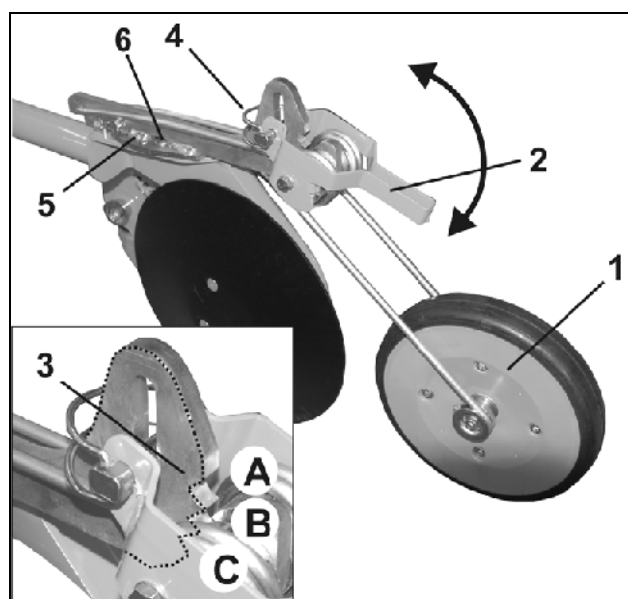

Fig. 21
Presiunea la tăvălugul de tasare a semințelor (Fig. 21/1) este reglabilă în 3 trepte.
- **Maneta de reglare (Fig. 21/2) se ridică, eliberându-se astfel.**
Tăvălugul de tasare a semințelor poate fi fixat în 3 poziții prin intermediul danturii (Fig. 21/1).
- **Înlăturați șplintul (Fig. 21/4).**